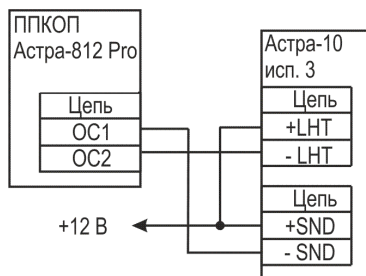

Рисунок 3
- к ППКОП "Астра-812 Pro" - рисунок 3;